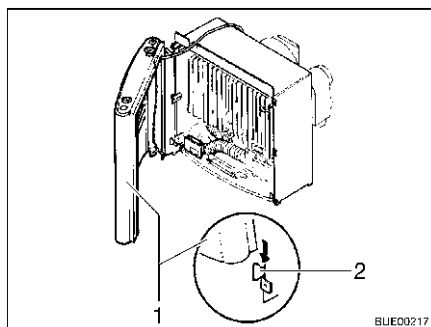

Fig. 99 Copertura del riscaldamento, passanti di sostegno
- Montare la copertura del riscaldamento. Collocare la copertura (Fig. 99,1) sui passanti di sostegno inferiori (Fig. 99,2).